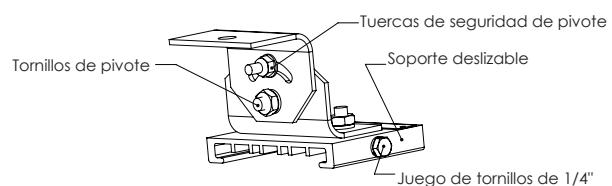

Figura 5. Detalles del montaje giratorio
- Ajuste los dos (2) tornillos de 1/4" y fíjelos en cada soporte deslizable hasta que lleguen al fondo (ver la Figura 5). Torsión para 78 pulgadas-libras (8,8 N-m).
- Ajustar la posición del dispositivo al ángulo deseado y ajustar los dos (2) tornillos de pivotaje de 5/16". Torsión para 78 pulgadas-libras (15,6 N-m).
- Ajustar las dos (2) tuercas de seguridad de pivotaje de 1/4" en las ranuras de ajuste a 78 pulgadas-libras (8,8 Nm).